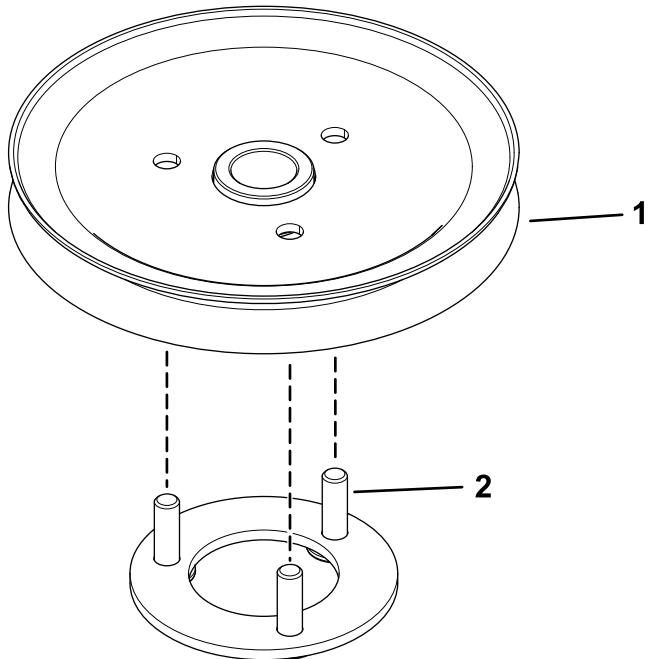

Figura 2
2. Inserte los espárragos de montaje de la placa de la polea en los taladros de la roldana (Figura 2).